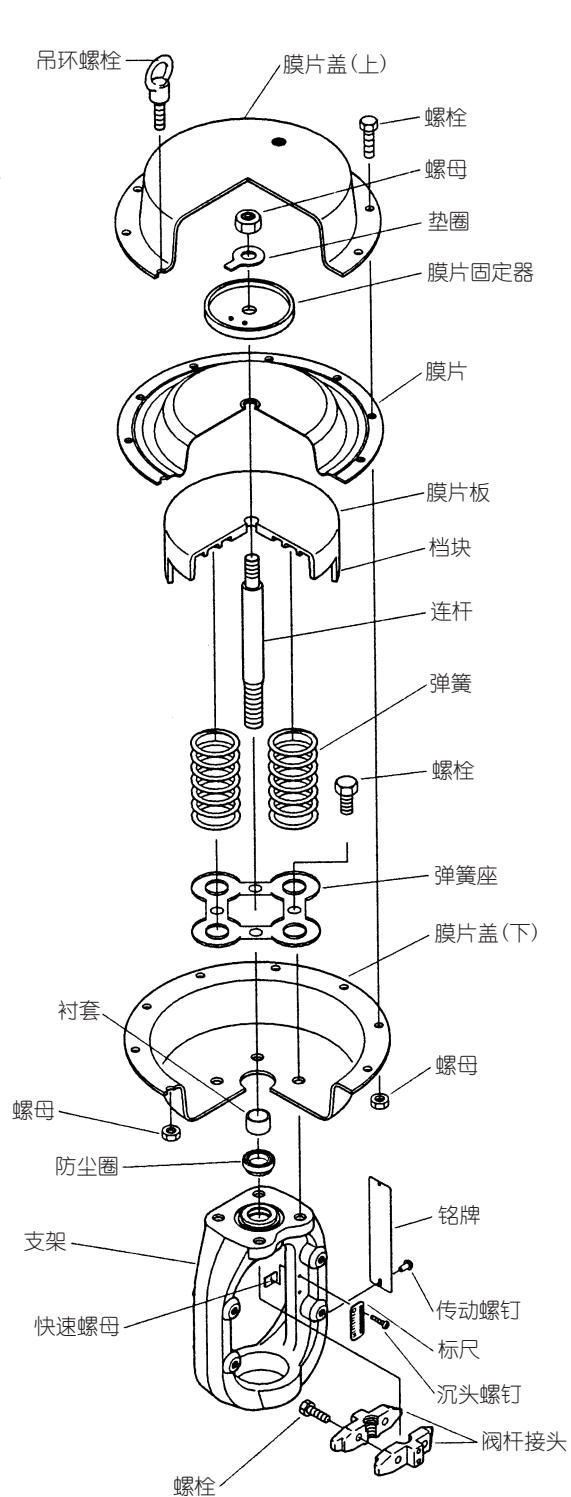
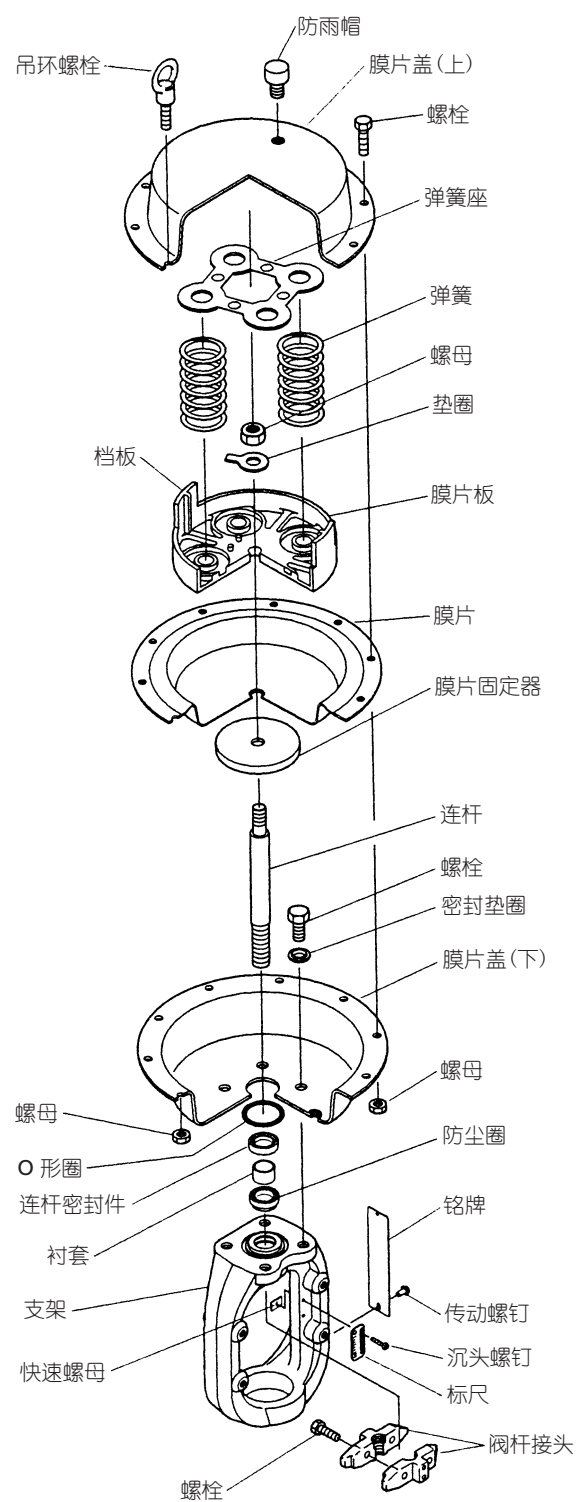

图 4-8 正作用 PSA1D 型
图 4-9 反作用 PSA1R 型
A. 正作用型（参见图 4-8）
- (1) 断开气管，然后从执行机构上拆下附件。
- (2) 拆下阀杆接头。
- (3) 从膜片盖上拆下固定螺栓（一对吊环螺栓除外）。
- (4) 交替并均匀松开一对吊环螺栓。使用这对吊环螺栓可对弹簧进行初始定位。
- (5) 拆下膜片盖。将执行机构连杆向上拉，并连同膜片一起拉出。
- (6) 取出弹簧。
B. 反作用型（参见图 4-9）
- (5) 拆下膜片盖。取出弹簧。
- (6) 将执行机构连杆向上拉，并连同膜片一起拉出。
• 参见图 4-8。
参见图 4-8。
参见图 4-9。